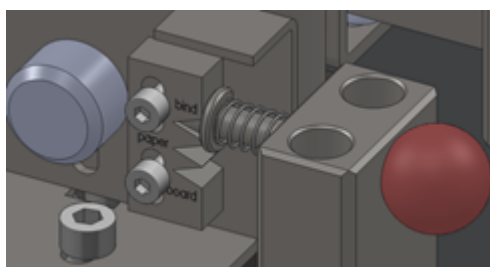

Рисунок 8
2. Вытащите ручки слева и справа. Вставьте соединительный стержень в отверстие для обжима "bind" (рисунок 8).